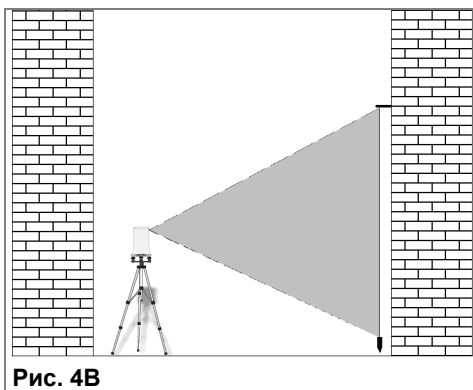

Рис. 4В
8.3. Установите лазерный уровень, как показано на Рис. 4Б, луч совместить по высоте с отметкой (б1);